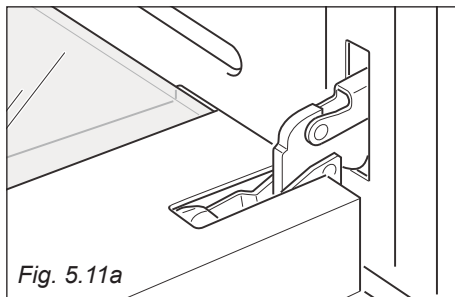

Fig. 5.11a
- Aprire completamente la porta del forno (fig. 5.11a).